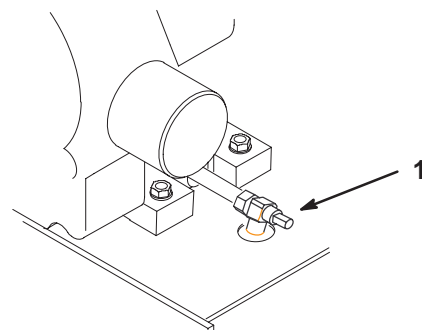

Figure 37
3. Placez un bac de vidange sous l'orifice de vidange. Ouvrez le robinet de vidange avec un tournevis à lame plate, une clé de 3/8 pouce ou de 10 mm (Fig. 37).
4. Tournez le robinet dans le sens horaire pour le fermer, et dans le sens anti-horaire pour l'ouvrir (Fig. 37).